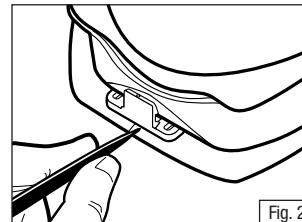

Fig. 2
3. Tracer un repère sur la partie inférieure avant du cadre le long de l'arrière et des côtés arrondis du verrou. (Fig. 2)